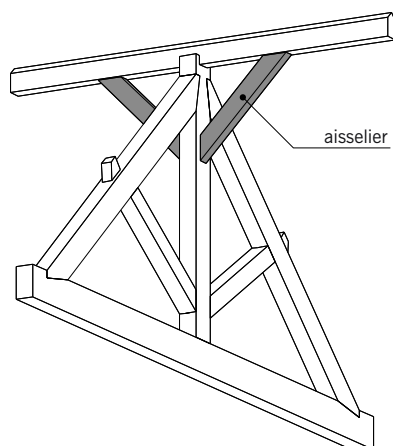

fig. 5.5
■ L'**aisselier** (fig. 5.5) : pièce oblique assurant la rigidité de l'angle formé par la panne faitière et le poinçon. De manière générale, on appelle aisselier toute pièce destinée à renforcer un assemblage de charpente.